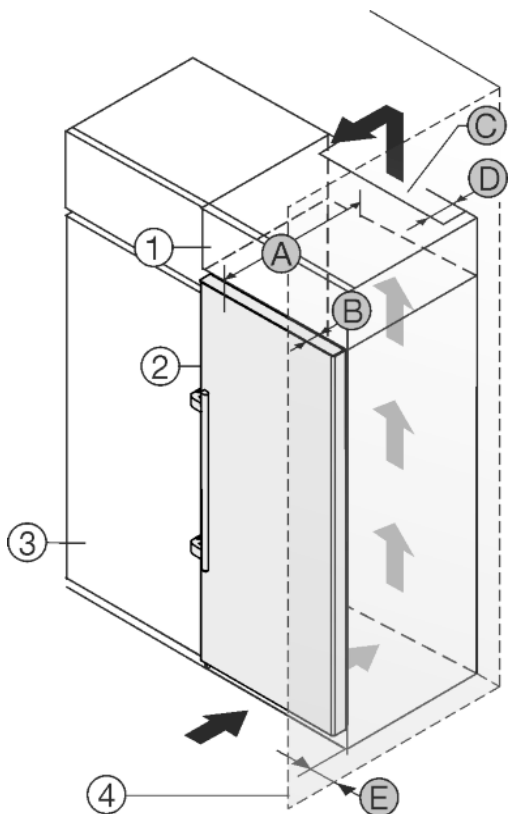

Fig. 30
Уредът може да е обграден с кухненски шкафове. За да изравните височината на уреда Fig. 30 (2) с височината на вградената кухня, над уреда може да се постави шкаф-пристройка Fig. 30 (1).
Уредът да се постави непосредствено до кухненски шкаф Fig. 30 (3). За да могат вратите да се отварят изцяло, уредът трябва да е издаден с дълбочината Fig. 30 (B) спрямо лицето на кухненския шкаф. В зависимост от дълбочината на кухненските шкафове и използването на детайли за отстояние от стената, уредът може да излезе още по-напред.
- От задната страна на шкафа-пристройка трябва да има вентилационен отвор с дълбочина Fig. 30 (D) по цялата ширина на шкафа-пристройка.
- Под тавана на помещението трябва да се спази сечението за вентилация Fig. 30 (C).
Когато уредът се поставя с пантите до стена Fig. 30 (4), трябва да бъде спазено разстоянието Fig. 30 (E) между уреда и стената. Това отговаря на разстоянието, с което дръжките стърчат при отворена врата.